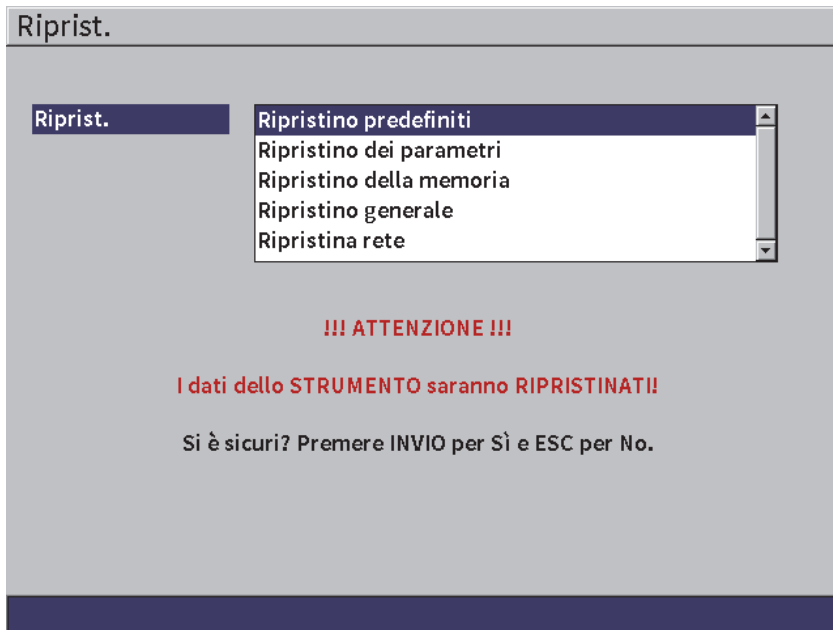

Figura 5-13 Pagina configurazione Ripristina
Questa pagina viene usata per ripristinare alcuni parametri di sistema alle impostazioni predefinite di fabbrica (vedere Figura 5-13 a pagina 75). Viene visualizzato un avviso per notificare che i dati associati con la selezione saranno ripristinati (cancellati).
- ◆ Selezionare l'icona **Riprist.** () per aprire la pagina **Riprist.** (vedere Figura 5-13 a pagina 75).